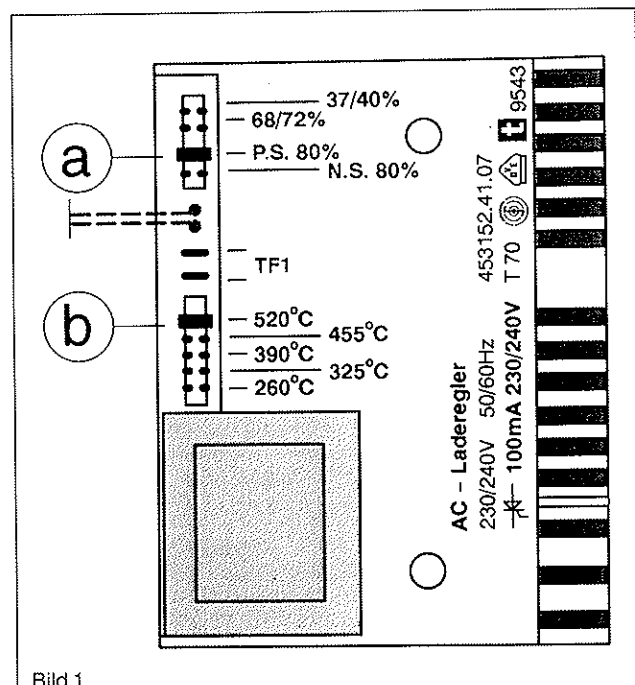

Bild 1
- Der Programmstecker am Laderegler (Bild 1, Stecker a) muß auf „P.S. 80%“ gesteckt sein (Werkseinstellung).